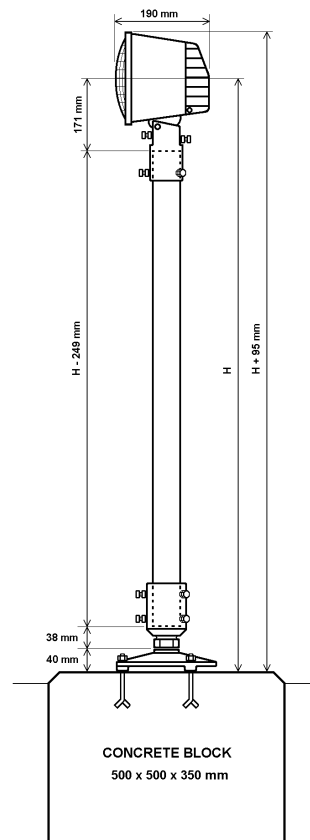

FIG 4
- Jusqu'à une hauteur de 1,8 m sur mât et potelet (Fig. 4).